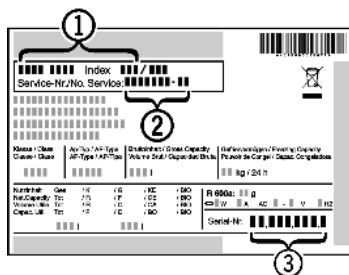

Fig. 10
- ▶ Прочетете от идентификационната табелка описанието на уреда Fig. 10 (1), сервисния № Fig. 10 (2) и серийния № Fig. 10 (3). Идентификационната табелка се намира на лявата вътрешна стена на уреда.
- ▶ Обадете се на сервисната служба и посочете неизправността, описанието на уреда Fig. 10 (1), сервисния № Fig. 10 (2) и серийния № Fig. 10 (3).